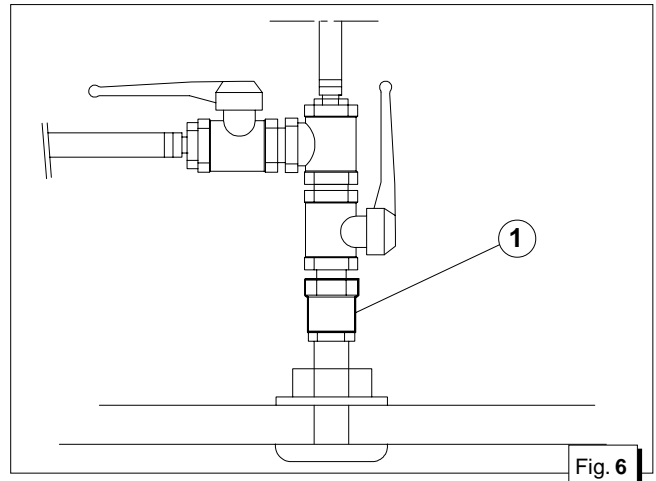

Fig. 6
Nel caso il gruppo venga installato ad un'altezza superiore ad 1 Mt. sopra la linea di galleggiamento, è necessario montare una valvola di non ritorno dopo la presa a mare (fig. 6 rif. 1) che impedisce lo svuotamento del circuito acqua a motore spento. In caso di svuotamento, durante l'avviamento si può danneggiare la girante della pompa acqua; per lo stesso motivo all'atto del primo avviamento del gruppo, è necessario provvedere al riempimento manuale del tubo di aspirazione dalla valvola alla pompa.
If the unit is installed more than 1 metre above the water-line, a check valve should be fitted after the sea intake (fig. 6, ref. 1) to prevent the water circuit emptying when the motor is off. If this empties, the rotor of the water pump might be damaged during start up; for the same reason, when the unit is first started up, the suction tube from the valve to the pump should be filled manually.
Si le groupe est installé à une hauteur supérieure à 1 mètre au dessus de la ligne de flottaison, il faut monter une soupape de non-retour après la prise en mer (figure 6, réf. 1) qui empêche la vidange du circuit de l'eau lorsque le moteur est éteint. En cas de vidange, on peut endommager, durant le démarrage, la roue de la pompe à eau; c'est la raison pour laquelle il faut remplir manuellement le tube d'aspiration de la soupape à la pompe lors du premier démarrage du groupe.